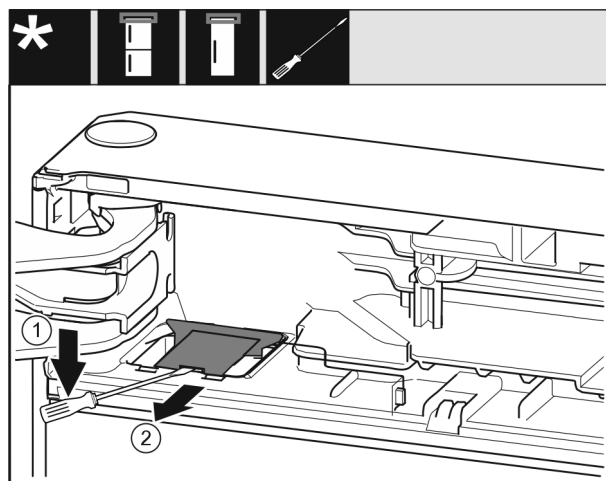

Fig. 10
▶ Pattintsa ki a fedelet lapos csavarhúzóval, és emelje fel. Fig. 10 (1)
▶ Vegye ki a fedelet. Fig. 10 (2)